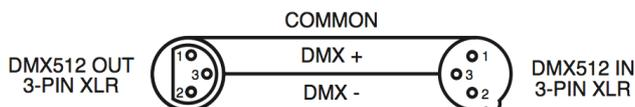

Figure 2
**Remarque** : assurez-vous de suivre les instructions décrites en figures 2 et 3 lors de la fabrication artisanale de vos câbles. N'utilisez pas la prise de terre de votre connecteur XLR. Ne reliez pas le blindage du connecteur de votre câble à la prise de terre et ne permettez pas au blindage du conducteur d'entrer en contact avec le boîtier externe du XLR. Reliez le blindage à la terre pourrait entraîner un court-circuit et un fonctionnement erratique.